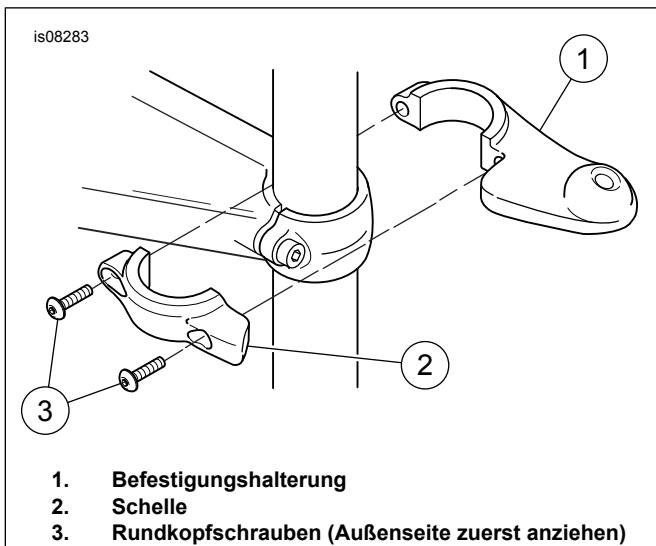

Abbildung 1. Einbauen der Befestigungshalterung auf dem Tauchrohr (rechte Seite abgebildet)
3. Siehe Abbildung 1. Die Befestigungshalterungen (1) und Schellen (2) sind seitenspezifisch. Die rechte oder linke Halterung und Schelle auswählen und mit zwei Rundkopfschrauben (3) aus dem Satz am Tauchrohr befestigen.